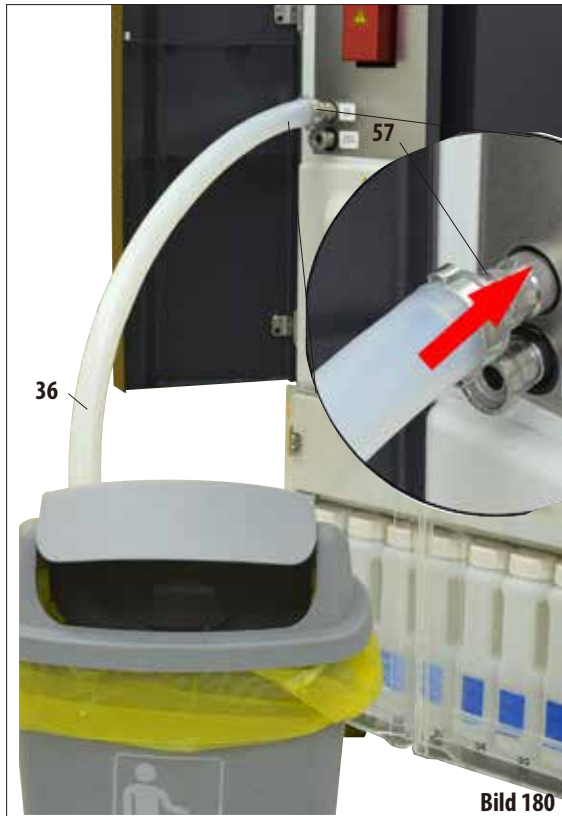

Bild 180
- Anslut paraffintömningsslangen (36) till hylsan (57) på paraffinutloppet på instrumentets framsida och led in den i en uppsamlingstank (bild 180).